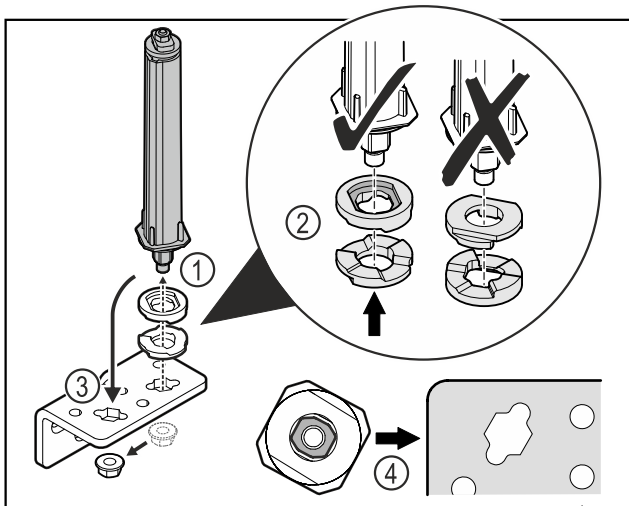

Fig. 32
- ▶ Lossa muttern och ta bort dörlåssystemet Fig. 32 (1).
- ▶ Se till att rikta brickorna för höjdjustering korrekt Fig. 32 (2).
- ▶ Flytta dörlåssystemet i gångjärnsfästet och fixera med muttern Fig. 32 (3).
- ▶ Kontrollera att dörlåssystemet är korrekt riktat vid monteringen Fig. 32 (4).